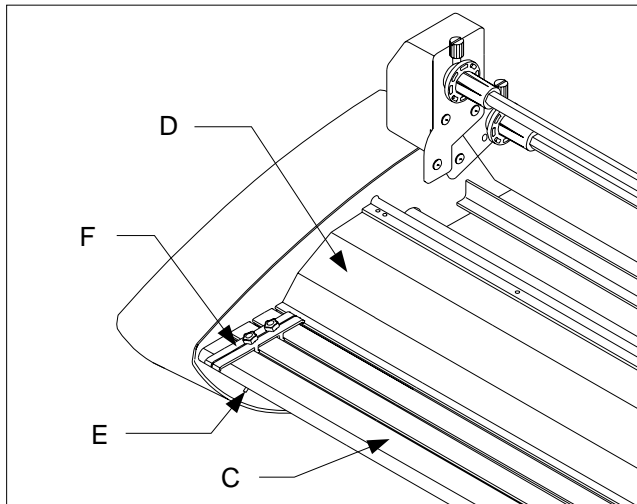

Fig. 3
C. FEED TABLE: The Feed Table, Figure 3, is used to position items for lamination. **The laminator will operate only when the Feed Table and Feed Table Latch are properly installed.**
E. TABLE INTERLOCK LATCH: Used to lock the Feed Table into position and activate an interlock switch. The interlock latch is located on the left underside of the Feed Table, (Figure 3). The table cannot be removed without retracting the latch to the right while lifting the table upwards and away from the laminator. **The laminator will not operate when the table is removed and/or the interlock latch is retracted.**
F. FEED GUIDE: The Feed Guide, Figure 3, permits alignment of the item(s) to be laminated. To position the adjustable guide, loosen the knob on the top of the guide, slide it to the desired position and tighten the knob to secure the Feed Guide in place. The Feed Guide is used to keep longer items straight. The Feed Guide may also be used to feed smaller items side by side by positioning the guide towards the center of the Feed Table and placing smaller items against each side of the Feed Guide as they are being introduced into the nip point of the heat rollers.
C. ANLEGETISCH: Auf dem Anlegetisch, Abb. 3, werden die zu laminierenden Artikel gelagert. **Das Laminiergerät funktioniert nur, wenn der Tisch und die entsprechnende Verriegelung ordnungsgemäß installiert sind.**
E. TISCHVERRIEGELUNG: Damit wird die Position des Anlegetisches gesichert und ein Verriegelungsschalter aktiviert. Der Riegel befindet sich links auf der Unterseite des Tisches (Abb. 3). Der Tisch kann nicht entfernt werden, ohne dass vorher der Riegel nach rechts geschoben und der Tisch gleichzeitig angehoben und vom Laminiergerät weggezogen wird. **Wenn der Tisch entfernt wird und/oder der Riegel sich in zurückgezogener Stellung befindet, ist das Laminiergerät nicht betriebsbereit.**
F. ZUFUHRHILFE: (Abb. 3) Damit werden der oder die zu laminierenden Artikel ausgerichtet. Die Zufuhrhilfe ist verstellbar: Den Knopf auf der Oberseite lösen, in die gewünschte Stellung schieben, den Knopf zur Sicherung wieder anziehen. Die Zufuhrhilfe dient dazu, längere Artikel gerade zu halten. Sie kann auch dazu verwendet werden, kleinere Artikel nebeneinander einzuführen. Dazu wird die Zufuhrhilfe in die Mitte des Anlegetisches gestellt und kleinere Artikel an beide Seiten der Zufuhrhilfe angelegt, von wo sie zum Berührungspunkt mit den Heißwalzen geführt werden.
C. INVOERTAFEL: De invoertafel (zie afb. 3) wordt gebruikt om documenten in de juiste positie te brengen voor laminatie. **De laminator werkt alleen als de invoertafel en de vergrendeling ervan correct zijn geïnstalleerd.**
E. TAFELVERGREDELING: Deze wordt gebruikt om de invoertafel in de juiste positie vast te zetten en een vergrendelingsschakelaar te activeren. De vergrendeling bevindt zich aan de linkeronderzijde van de invoertafel, zie afb. 3. De tafel kan alleen worden verplaatst door de vergrendeling naar rechts te trekken en gelijktijdig de tafel op te tillen, weg van de laminator. **De laminator werkt niet als de tafel wordt verwijderd en/of ontgrendeld.**
F. INVOERGELEIDER: Met behulp van de invoergeleider, zie afb. 3, kan het te lamineren document precies worden gecentreerd. Om de afstelbare geleider in de juiste positie te plaatsen, draait u de knop bovenop de geleider los, schuift u hem in de gewenste positie en draait u de knop weer aan zodat de invoergeleider zich op zijn plaats bevindt. De invoergeleider wordt gebruikt om langere documenten recht te houden. De invoergeleider kan ook worden gebruikt om kleinere documenten naast elkaar in te voeren; plaats daartoe de geleider in het midden van de invoertafel en plaats de kleinere documenten tegen de zijanten van de geleider bij het invoeren tussen de grijpzone van de warmerollers.
C. TABLE D'ALIMENTATION: la table d'alimentation (Figure 3) est utilisée pour positionner les documents à plastifier. **La plastifieuse ne peut fonctionner que si la table d'alimentation est correctement positionnée et verrouillée.**
E. VERROUILLAGE DE LA TABLE D'ALIMENTATION: permet de bloquer la table d'alimentation; le verrouillage est situé sous la table d'alimentation (Figure 3). Pour retirer la table, soulevez-la en tirant le loquet vers la droite. **La plastifieuse ne peut fonctionner que si la table d'alimentation est correctement positionnée et verrouillée.**
F. GUIDE DE POSITIONNEMENT: ce guide (Figure 3) permet d'aligner les documents à plastifier. Pour régler le guide, desserrez le bouton-vis du guide, faites glisser le guide jusqu'à la position désirée et resserrez le bouton-vis pour maintenir le guide en position. Ce guide est utilisé pour maintenir les documents bien alignés. Il peut être également utilisé pour positionner de petits documents côte à côte: placez alors le guide au centre de la table d'alimentation et alignez les documents de chaque côté du guide pour qu'ils soient entraînés par les rouleaux chauffants.